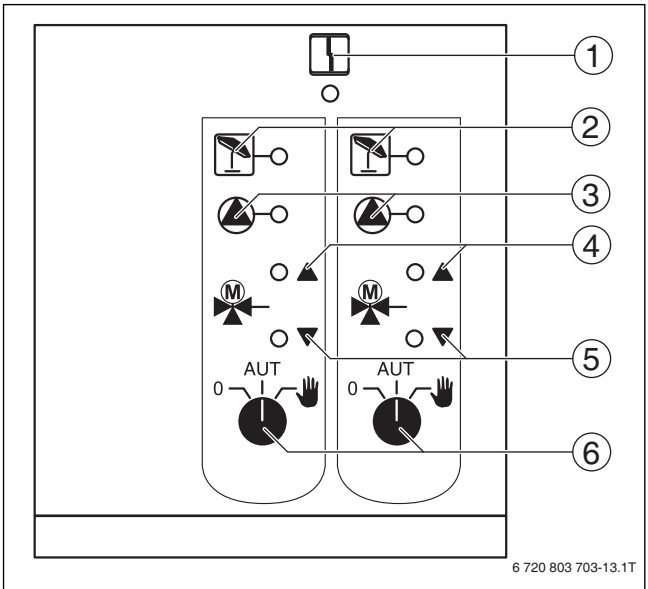

Рис. 13 FM442
**0** и **Рука** являются особыми положениями переключателя отопительного контура (→ рис. 13, [6]), которые разрешается устанавливать только специалистам сервисной фирмы.